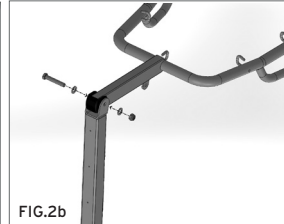

FIG.2b
4. Collegare il braccio alla colonna con le viti in dotazione. (Fig. 2b)